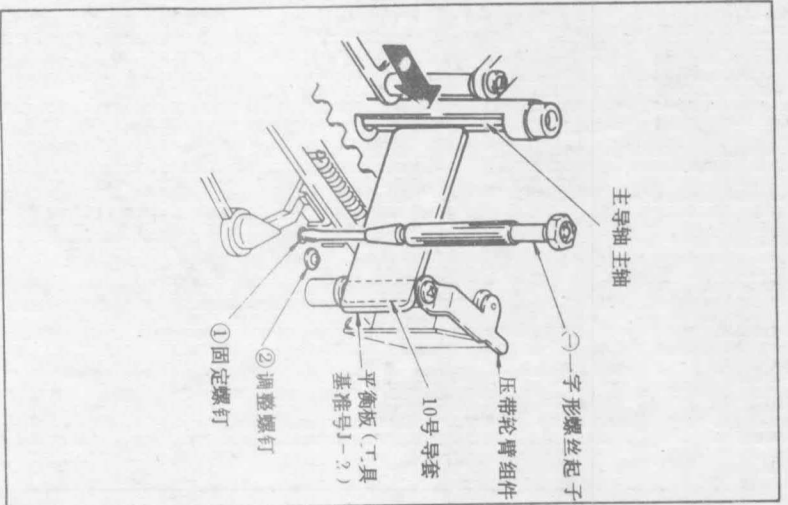

图10 主导轴马达主轴的垂直调整
- 1) 把平衡板 (工具基准号 J-2) 垂直地放在压带轮臂组件的 10 号导套上，如图 10 所示
- 2) 拧松螺钉①。
- 3) 旋转调整螺钉② 以便把主导轴主轴调至垂直状态。
- 4) 拧紧螺钉① 以固紧主导轴马达。